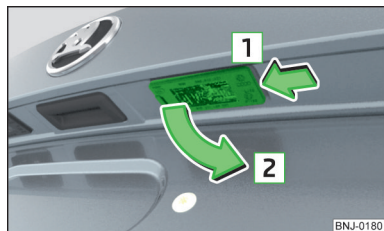

Fig. 216
- Apăsați lampa în sensul săgeții **1** » fig. 216, până când se va desprinde.